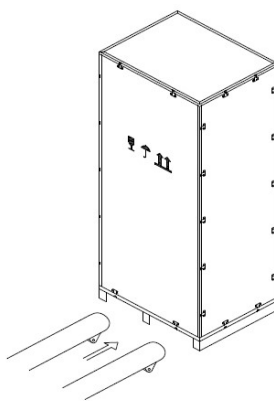

Figura 2-2 Transporte para o local designado
- 2) Transporte o equipamento até o local designado, conforme mostrado na Figura 2-2.